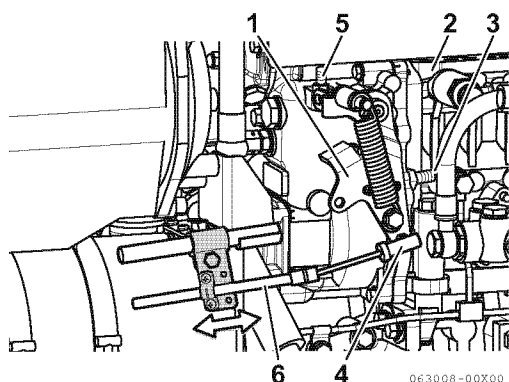

Figura 10
1. Para ajustar, afloje el tornillo de ajuste (**Figura 10, (4)**) para el cable de control remoto del lado del motor, y ajuste.
2. Ajuste primero la posición de parada de alta velocidad (**Figura 10, (5)**) y luego la parada de baja velocidad (**Figura 10, (3)**) con el tornillo de ajuste de la palanca del control remoto (**Figura 10, (1)**).